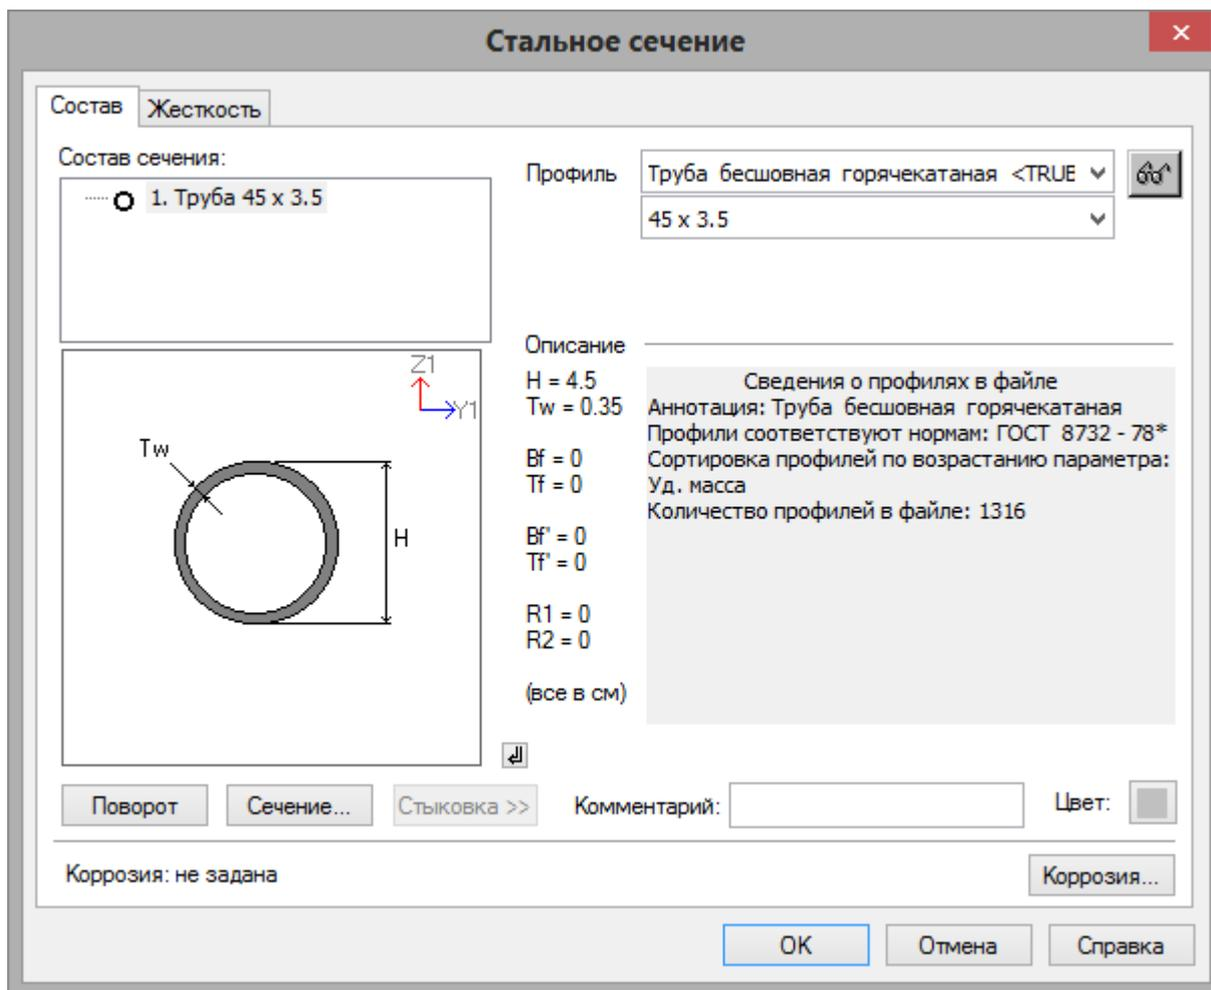

Рис.5.10. Диалоговое окно **Стальное сечение**
- В диалоговом окне **Стальное сечение** (рис.5.10) задайте параметры сечения **Труба** (для стоек):